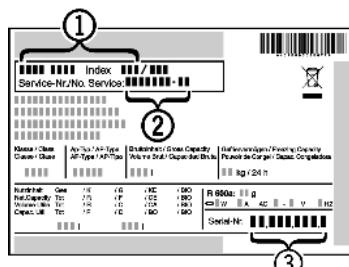

Fig. 60
- Считать обозначение устройства *Fig. 60 (1)*, сервисный номер *Fig. 60 (2)* и серийный номер *Fig. 60 (3)* с заводской таблички. Заводская табличка находится внутри устройства слева.